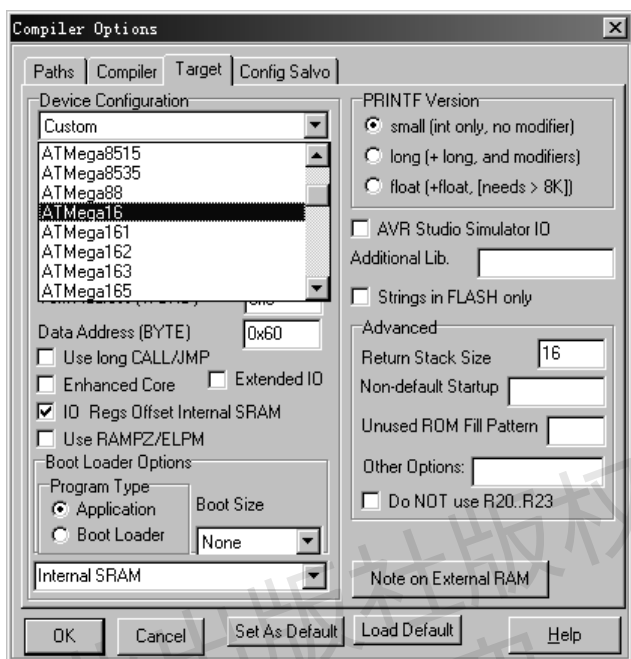

图 1-18 单片机类型选择
(7) 选择 Project 菜单中的 Options 选项，在弹出的对话框中单击 Target 选项卡选择单片机类型，如图 1-18 所示。